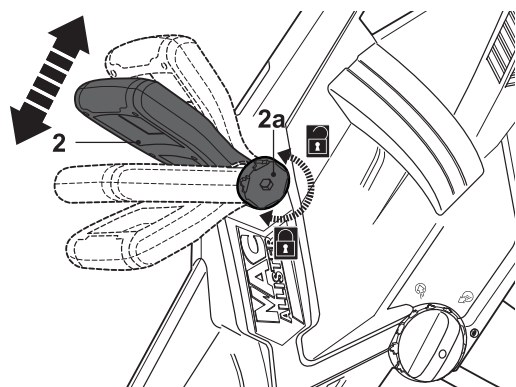

Fig. 14
- > Solte o botão de fixação (2a) e ajuste a pega auxiliar na posição que desejar (Fig. 14).
- > Para fixar a pega auxiliar (2) aperte o botão de fixação (2a).